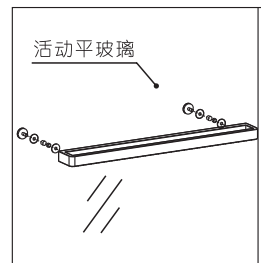

图5-4
8. 安装拉手,安装拉手时用六角扳手插入固定盖的侧孔内,拧紧固定盖(如图5-4所示)。